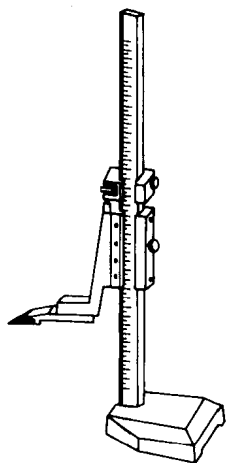

图 1-15 高度游标卡尺
**答** 高度游标卡尺（图 1-15）实际上就是高度标尺和划线盘的组合，它的划线脚前端镶硬质合金，它的读数值一般为  $0.02\text{mm}$ ，用于半成品（光坯）划线。它是精密工具，不允许用它划毛坯。要防止碰坏硬质合金划线脚。万一硬质合金崩掉一角时，要仔细地在平整的绿色碳化硅砂轮上修磨其侧面，以保持划线脚的锋利，高度游标卡尺要防止锈蚀，不用时应涂好防锈油装在盒中或装进特制的直立箱子中。